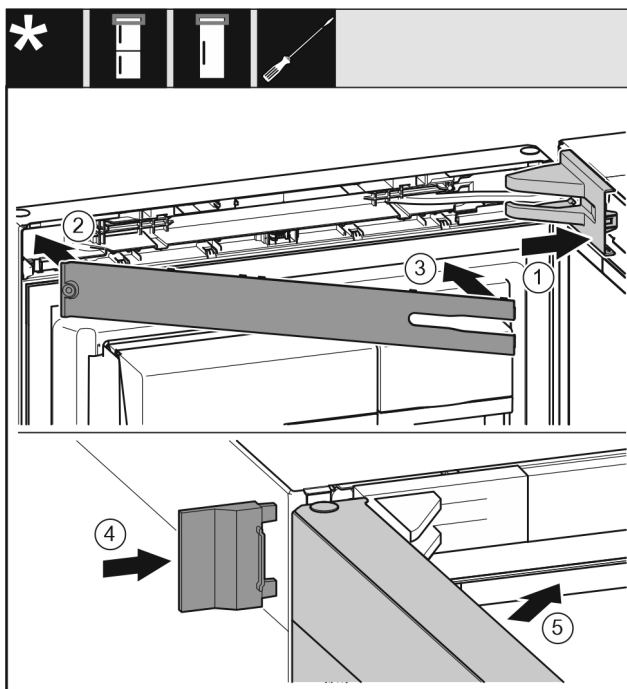

Fig. 22
- ▶ Namestite pokrov in ga zataknite, po potrebi ga previdno potisnite narazen. Fig. 22 (1)
- ▶ Namestite zaslonko. Fig. 22 (2)
- ▶ Obrnite zaslonko navznoter in jo zataknite. Fig. 22 (3)
- ▶ Potisnite zunanji pokrov gor. Fig. 22 (4)
- ▶ Zaprite zgornja vrata. Fig. 22 (5)